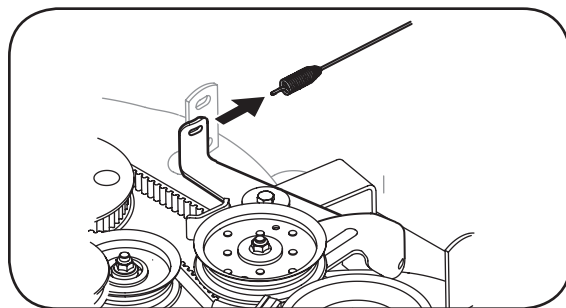

Figura 5-8: Desenganche primavera.
15. Desenganche el cable resorte de la transmisión del montaje del brazo secundario libre. Figura 5-8. Retire la plataforma de corte.